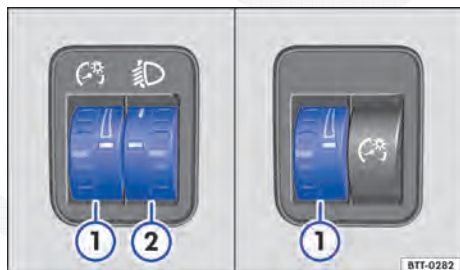

Fig. 90 Ao lado do volante: regulador da iluminação dos instrumentos e dos interruptores ①, assim como regulagem do alcance do farol ②.
① Iluminação dos instrumentos e dos interruptores
Com a luz ligada, a luminosidade dos instrumentos e dos interruptores pode ser regulada sem escalonamento girando o regulador ⇒ Fig. 90 ①.